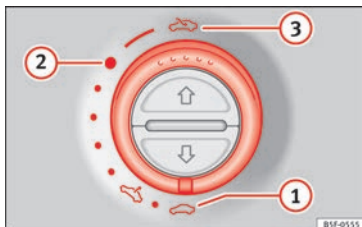

Fig. 11 No revestimento interior do teto: rode o comutador para abrir e fechar.
- Abrir: rode o interruptor para a posição » **Fig. 11 ③**.
- Posição de conforto: rode o interruptor para a posição » **Fig. 11 ②**.
- Fechar: rode o interruptor para a posição » **Fig. 11 ①**.